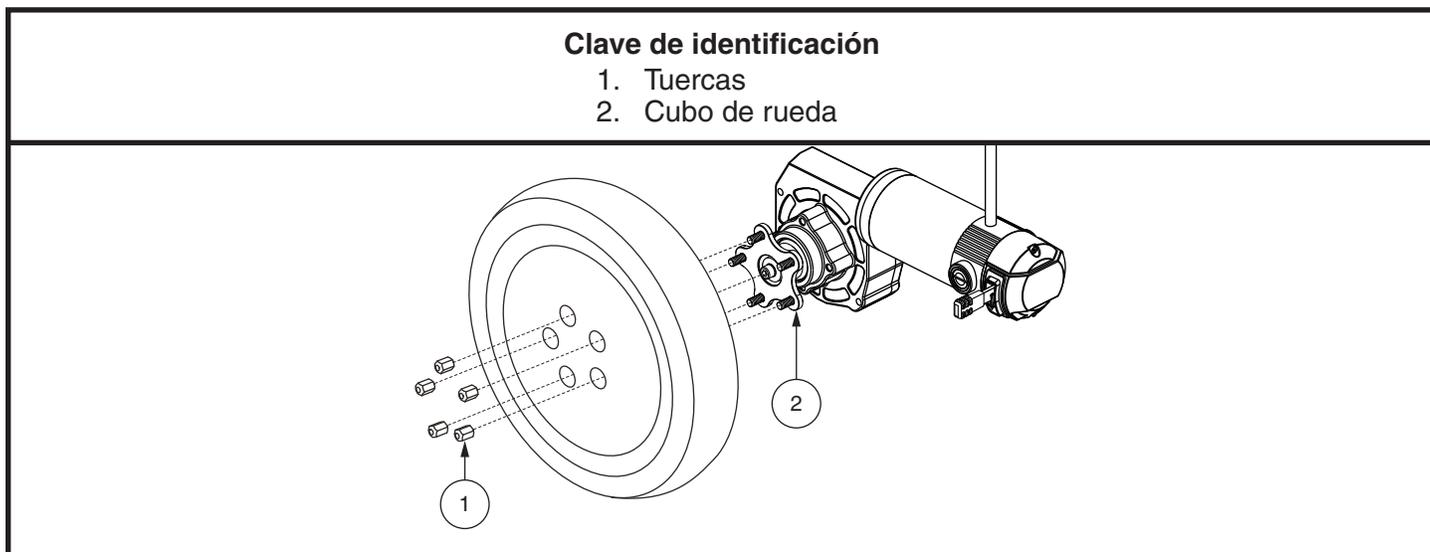

Figura 16. Rueda motriz de Aspen
4. Retire las cinco tuercas de la rueda motriz del cubo. **Ver figura 16.**